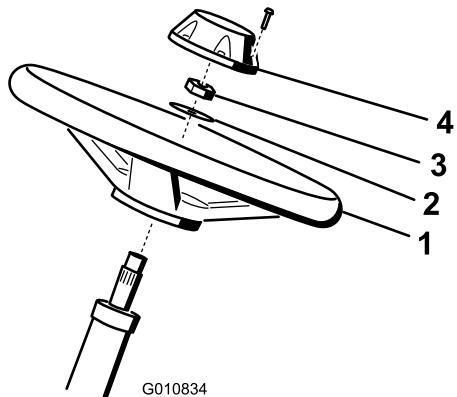

Figura 5
- Deslice el volante sobre la columna de dirección (Figura 5).
- Deslice la arandela sobre la columna de dirección (Figura 5).
- Sujete el volante a la columna con una contratuerca y apriete ésta a 27 a 35 Nm (Figura 5).
- Sujete el embellecedor al volante con el tornillo (Figura 5).